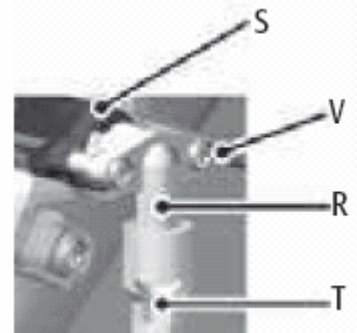

Рис. 6.с
6.2.2. humiDisk 65 (см. рис. 6.d)